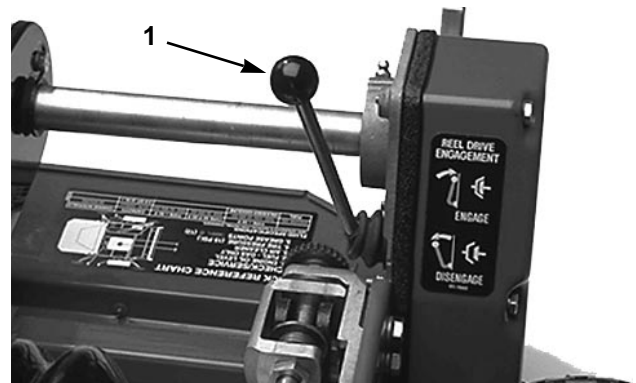

Fig. 14
Knivcylinderens til/frakoblingshåndtag (Fig. 14)—Sidder forrest på maskinen i højre hjørne. Håndtaget har to positioner: TILKOBLET og FRAKOBLET. Håndtaget trækkes opad for at tilkoble knivcylinderen og nedad for at frakoble den.
1. Sørg for at manøvrehåndtaget (Fig. 13) og knivcylindertil/frakoblingshåndtaget (Fig. 14) er FRAKOBLET.